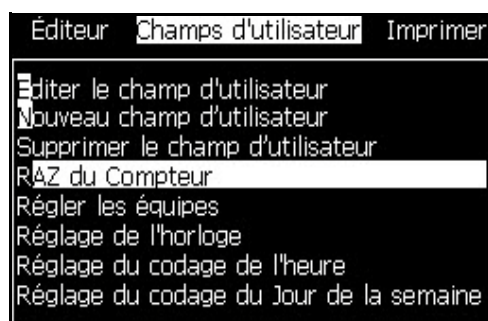

Figure 5-40 : Sélection Réinitialiser Compteur
- 2 Sélectionnez l'option *Réinitialiser Compteur* (voir Figure 5-40).